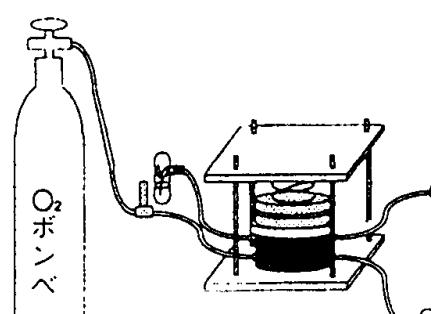

図 2. 固体高分子形燃料電池の発電実験
- ① 白金の微細粒子がまぶしてある炭素粉末と溶媒をよく混合して、電極ペーストを作ります。
- ② カーボンペーパー (炭素繊維を多孔質薄板にしたもの) に、電極ペーストをコートします。
- ③ 2 枚の電極で、固体高分子イオン交換膜をサンドイッチして、電池を組み立てます。
- ④ 図 2 のような燃料電池の一方に、水素ガスを、他方に酸素ガスを流します。2 つの電極の間の電圧をデジタルテスターで測定しましょう。豆電球、モーター、風車などをつないで動かしてみましょう。